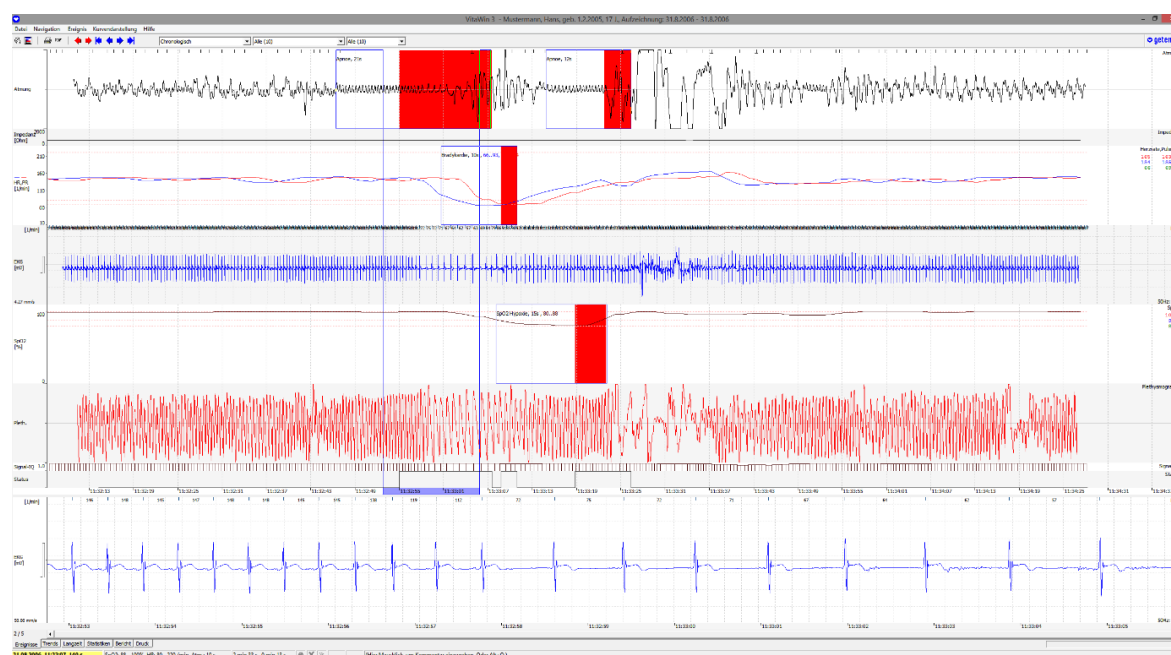

Fig. 78 VitaWin
Le logiciel SET® passe en revue toutes les valeurs possibles de R (correspondant à une SpO₂ comprise entre 1 et 100 %) et calcule les composantes d'interférence associées. Un supprimeur de bruit adaptatif, ou ANC, utilise ensuite cette valeur N'(R) pour calculer l'amplitude de l'énergie du bruit, ou ce que l'on appelle la puissance de sortie de l'ANC. Le résultat est un tracé DST™ (Fig. 78) qui présente le pic artériel. Ce pic démontre la suppression particulièrement efficace du bruit pour la valeur SpO₂ affectée lorsqu'une source précisément définie de fluctuations du signal, le cycle du pouls artériel, a été identifiée. D'autres pics peuvent se produire lors des fluctuations veineuses. Le sang veineux est moins saturé en oxygène, de sorte que le pic avec la valeur maximale de SpO₂ (dans la partie droite du graphique) correspond toujours à la saturation artérielle en oxygène. Dans
Fig. 78 le pic de droite correspond à une valeur SpO₂ de 97 %. Le calcul de la DST est répété toutes les deux secondes sur les dernières données brutes des quatre secondes précédentes.